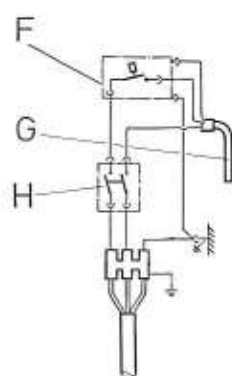

Fig. 9
- B Déflecteur, voir fig. 9
Diagramme alimentation secteur: fig. 9